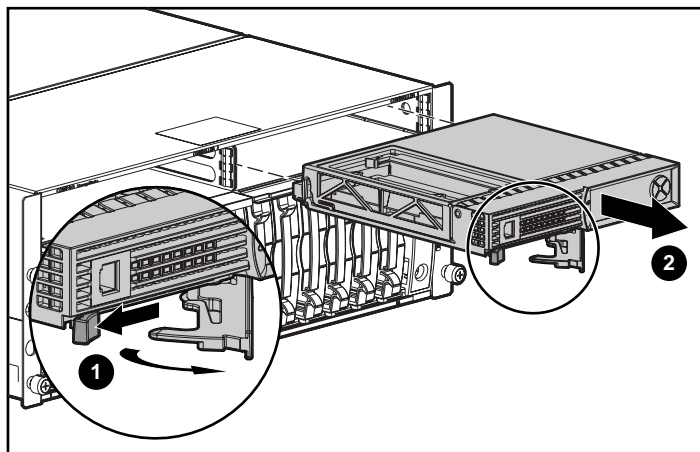

Figura 12: Rimozione del controller MSA1000
1. Premere la levetta del controller e tirare la maniglia verso di sé ❶.
2. Rimuovere il controller MSA1000 estraendolo dal telaio ❷, come mostrato nella Figura 12.